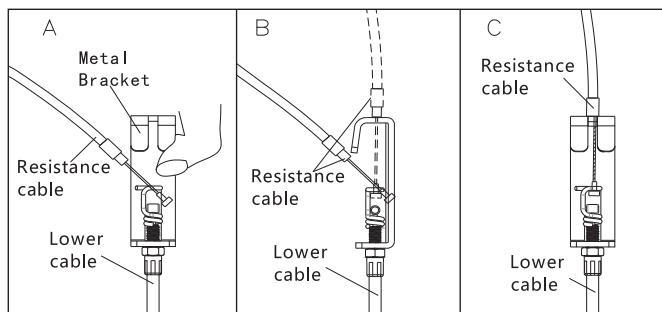

Figure 4
3.1 Reliez fermement le câble de résistance au câble inférieur, puis tirez le câble de résistance vers le haut et accrochez-le au trou du support métallique. vers le haut et l'accrocher au trou du support métallique. (voir fig. 4).